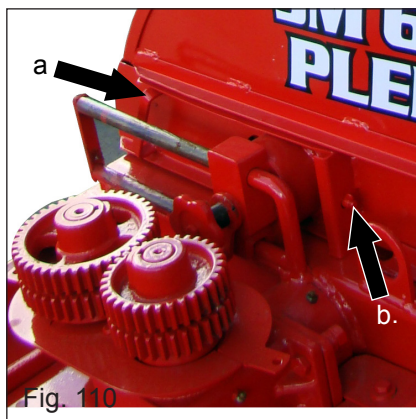

Fig. 110
a) Quite la tuerca mariposa ("a" Fig. 110), enseguida tira la tapa de protección ("b" Fig. 110);
h) Por fin ponga la tapa de protección en su posición, fijándola con la tuerca mariposa ("a" Fig. 110).